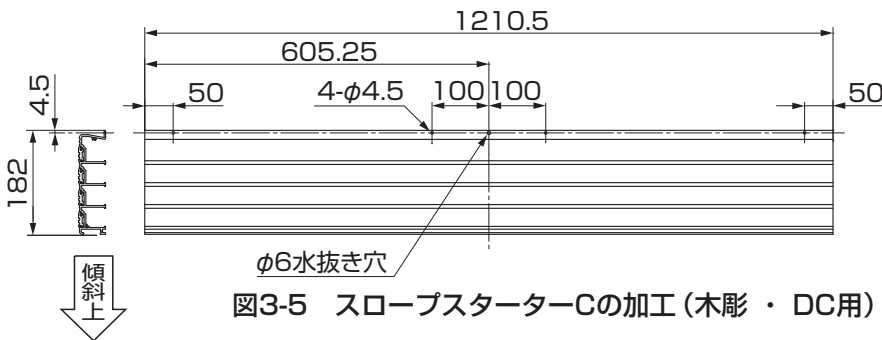

図3-5 スロープスターターCの加工(木彫・DC用)
①スロープスターターに穴加工をしてください。(図3-3、図3-4、図3-5参照)